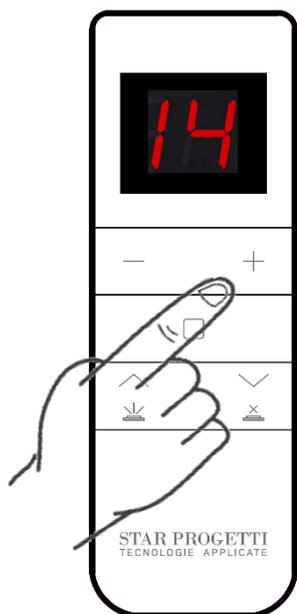

Fig.15
- Tramite i pulsanti “+” e “-” selezionare il canale 14 Fig.15 e subito dopo premere il pulsante come da Fig. 16